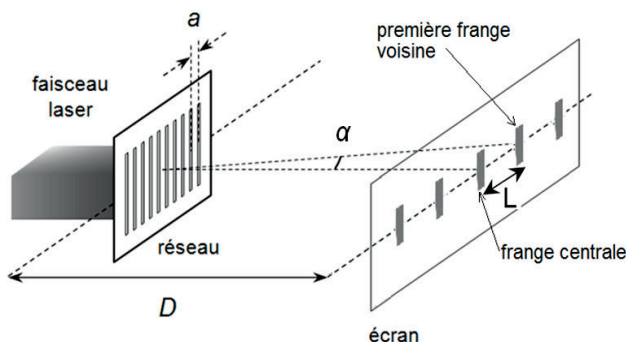

Figure 1. Schéma du dispositif.
La courbe représentant les variations de la conductivité  $\sigma$  en fonction du volume  $V_b$  de solution d'hydroxyde de sodium versé est représentée sur la figure 1.
Figure 1. Titrage de l'acide butanoïque contenu dans 8,0 g de beurre par une solution d'hydroxyde de sodium de concentration molaire égale à  $4,0 \times 10^{-1} \text{ mol.L}^{-1}$ .
On considère un réseau constitué d'une lame dans laquelle est gravée une série de fentes parallèles régulièrement espacées. La distance régulière entre les fentes, notée «  $a$  », est appelée « pas du réseau ». Lorsqu'on éclaire ce réseau avec un faisceau laser monochromatique de longueur d'onde  $\lambda$ , les ondes lumineuses diffractées par les différentes fentes se superposent sur un écran. En certains points de l'écran, les interférences sont constructives ; on observe alors sur l'écran une figure d'interférences constituée de franges lumineuses régulièrement espacées (figure 1).
On note  $L$  la distance entre le centre de la frange centrale et le centre de sa première voisine (voir figures 1 et 2). En utilisant les notations des schémas ci-dessous, on admet la relation suivante :
**1.2.** Si l'angle  $\alpha$ , indiqué sur les figures 1 et 2, est « petit » et exprimé en radians, on peut faire les approximations suivantes :  $\sin \alpha \approx \alpha$  et  $\tan \alpha \approx \alpha$ .